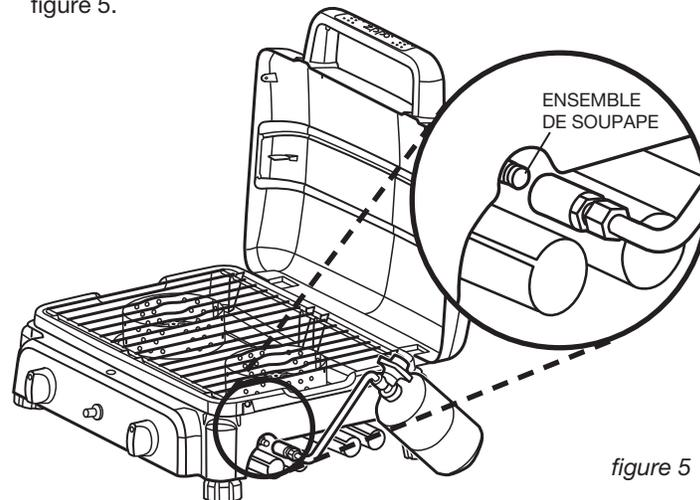
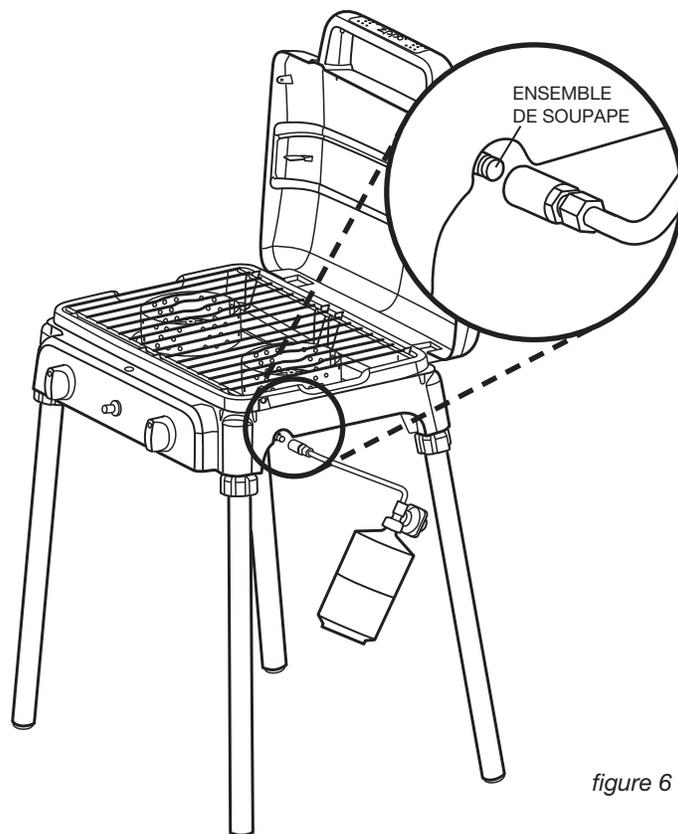

figure 5
figure 6
3. Alors que la bouteille de propane est montée sur le régulateur et le coupleur de connexion rapide est tiré vers l'arrière, pousser le coupleur de connexion rapide sur l'ensemble de soupape, jusqu'à ce qu'il s'enclenche, comme illustré à la figure 5.
4. Placer la bouteille de propane, comme indiqué dans l'illustration de la figure 5 pour le mode dessus de table et de la figure 6 pour le mode autoportant (avec pieds en option), afin d'assurer une bonne extraction du propane.